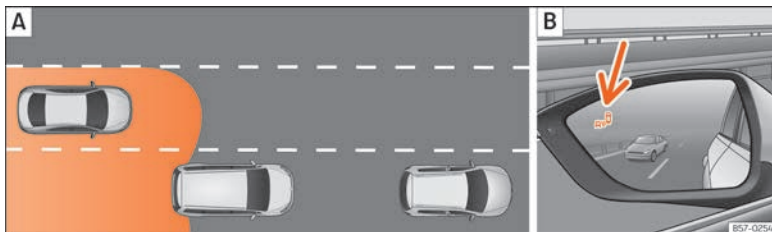

Abb. 244 Schematische Darstellung: [A] Überholvorgang mit Verkehr im hinteren Bereich. [B] Anzeige des Blind-Spot-Assistenten im Außenspiegel links.
Die Radarsensoren befinden sich links und rechts am hinteren Stoßfänger und sind von außen nicht sichtbar »» **Abb. 243**. Die Sensoren erfassen den Bereich des toten Winkels, sowie den hinter dem Fahrzeug erzeugten Verkehr »» **Abb. 244**, »» **Abb. 245**. Die Seitenbereiche umfassen etwas über eine Fahrbahnbreite.
In nachfolgenden Situation wird die Anzeige im Außenspiegel » » » **Abb. 244** [B] (Pfeil) oder » » » **Abb. 245** [B] (Pfeil) dargestellt:
- Bei einer Überholung durch ein anderes Fahrzeug » » » **Abb. 244** [A].